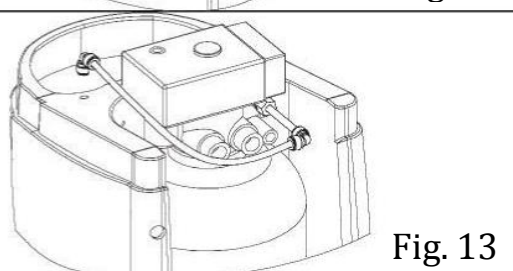

Fig. 13
8.4. Raccordez l'autre extrémité du tuyau au siphon qui dépasse de la sonde à cathéter. (Fig. 13)*L'image du dispositif d'adoucissement peut varier entre les modèles